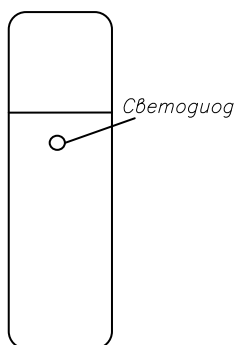

Рис. 5. Трубка переговорная.
4.7. Трубка переговорная предназначена для использования в качестве абонентского устройства настенного типа. При вызове с пульта в трубке слышен вызывной сигнал. После снятия трубки светодиод, расположенный на основании (рисунок 5), мигает, подтверждая наличие связи. Для окончания сеанса связи положить трубку. Вызов руководителя абонентом осуществляется снятием трубки с основания. До ответа, в случае свободной линии, светодиод горит непрерывно, после ответа переходит в мигающий режим. В случае занятой линии светодиод мигает сразу, после поднятия трубки.